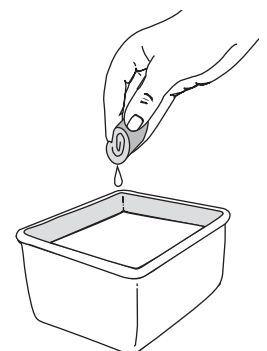

Fig. 34
3. Lave el filtro con agua y detergente (Fig. 34). Enjuague bien el filtro. Escorra el exceso de agua. Déjelo secar por completo.